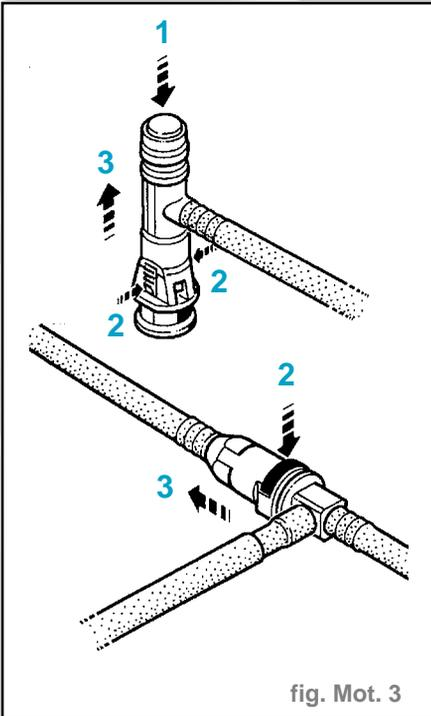

fig. Mot. 3
- Pour le verrouillage des raccords rapides, se référer aux schémas ci-après (fig. Mot 3).